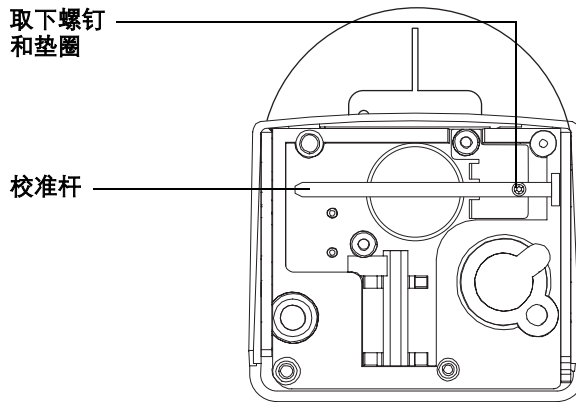

图 61 取下校准杆
- 5 从装配杆上取下进样器，然后从进样器底部取下校准杆。请参阅图 61。保存好螺钉和垫圈，以备稍后安装校准杆时使用。
- 11 对准完成后，橙色对准模式指示灯将熄灭。取下校准杆，使用在步骤 5 中取下的螺钉，并将其固定在进样器转动架下面的校准杆夹中。请参阅图 61。